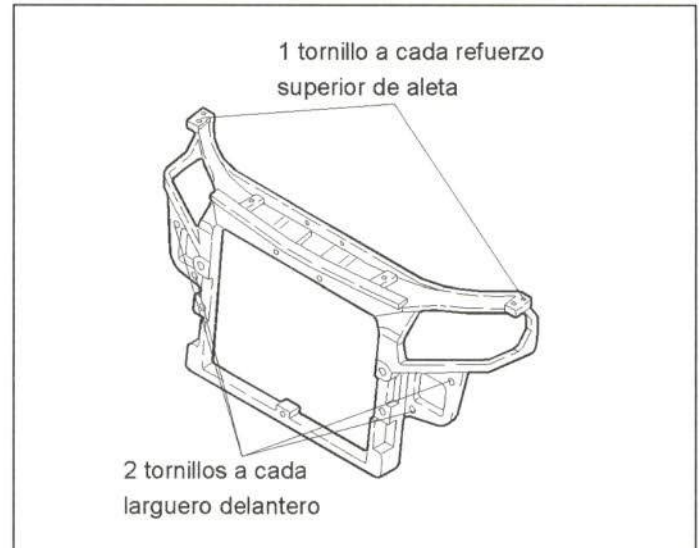

Figura 21. - Unión del frente
En la figura 21 se muestra la unión del frente con el resto de la carrocería.
- Frente con faros y alma de paragolpes (ver figura 21).